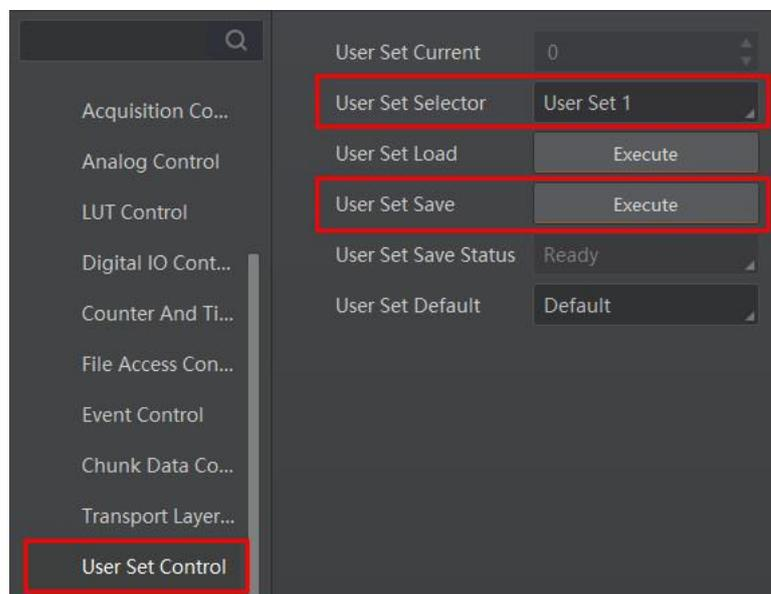

图10-38 保存参数设置
- 保存参数：修改参数后，通过 *User Set Selector* 参数下拉选择其中一套 *User Set* 参数，点击 *User Set Save* 处的 **Execute**，即可将参数保存到用户参数中，如图 10-38 所示。